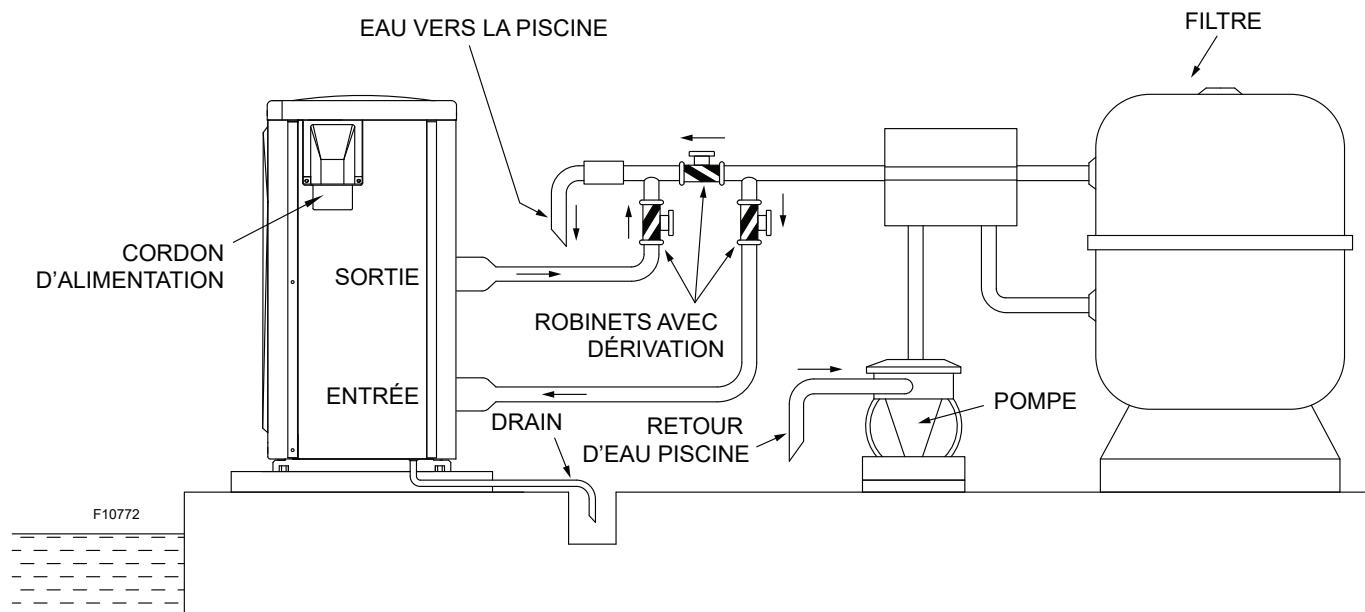

Figure 9. Plomberie de la thermopompe
Voir les diagrammes de plomberie, **Figure 9** et suivantes.
1. Raccordez la thermopompe dans la section de retour d'eau, entre le filtre et la piscine. Voir le diagramme de plomberie à la **Figure 9**.
Installez toujours le distributeur automatique de produits chimiques APRÈS la thermopompe. Voir le diagramme de plomberie à la **Figure 9**.